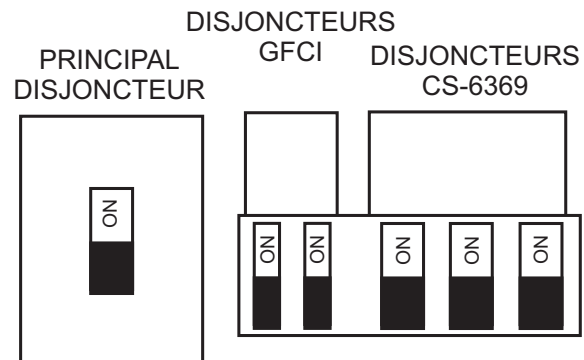

Figure 49. Disjoncteur Principal, Secondaire Et GFCI En Position (ON) (ACTIVÉ)
11. Faites passer les disjoncteurs **GFCI principal et secondaire** en position **ON (ACTIVÉ)** (Figure 49).